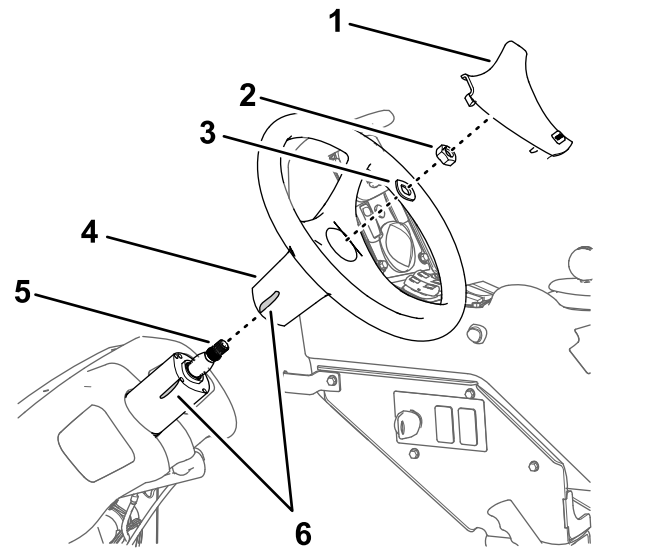

Figura 161
1. Marque la posición del volante respecto a la válvula de dirección con un trozo de cinta (Figura 161).
2. Retire el embellecedor del volante (Figura 161).
3. Retire la tuerca (5/8") y la arandela (5/8") que sujetan el volante a la válvula de dirección, y retire el volante (Figura 161).